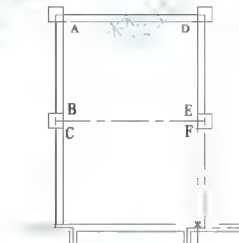

图 2.60 用【对象追踪】找墙的下端点
(6) 按 Enter 键重复【多线】命令。
① 在指定起点或 [对正 (J)/ 比例 (S)/ 样式 (ST)]: 提示下, 捕捉 E 点。
② 在指定下一点或 [闭合 (C)/ 放弃 (U)]: 提示下, 将光标垂直向上拖动, 然后捕捉 D 点, 并按 Enter 键结束命令, 绘制出 ED 墙线。
(7) 按 Enter 键重复【多线】命令。
① 在指定起点或 [对正 (J)/ 比例 (S)/ 样式 (ST)]: 提示下, 将光标放在 F 处会出现端点捕捉, 此时不单击而是将光标向下拖动, 这时出现虚线, 将光标继续向下拖动至与 D 轴线外墙相接触, 会出现交点捕捉 (黄色的 “x”), 如图 2.60 所示, 此时单击此处可绘制出这一段墙的下端点。